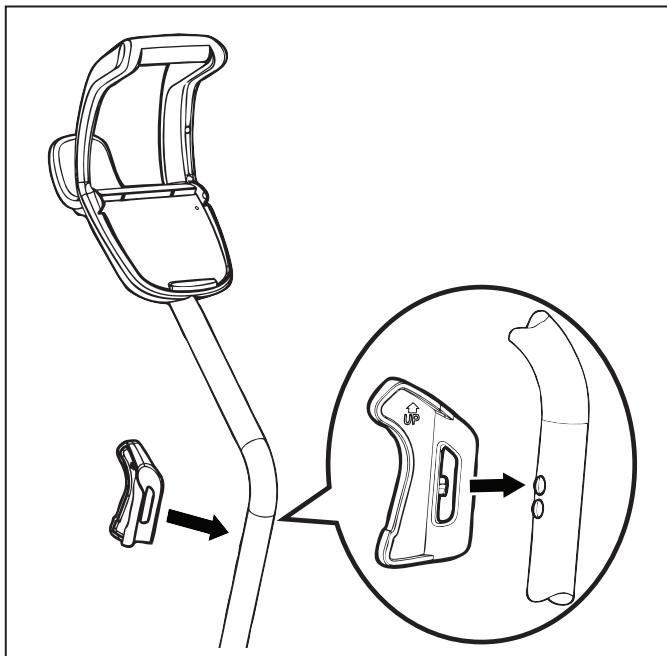

Figure 7. Mettre en place l'attache du robot nettoyeur
8. Aligner les broches des attaches du robot nettoyeur sur les trous supérieurs de la tige de manutention et encliqueter en place (Figure 7).